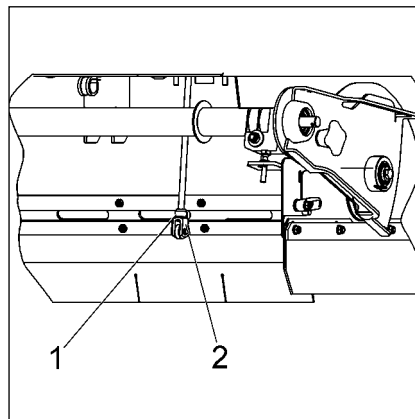

Abb.18
- ES-Bolzen (Abb.18/2) entfernen
- Durch Drehen des Gabelkopfes (Abb.18/1) kann die Einstellung verändert werden.